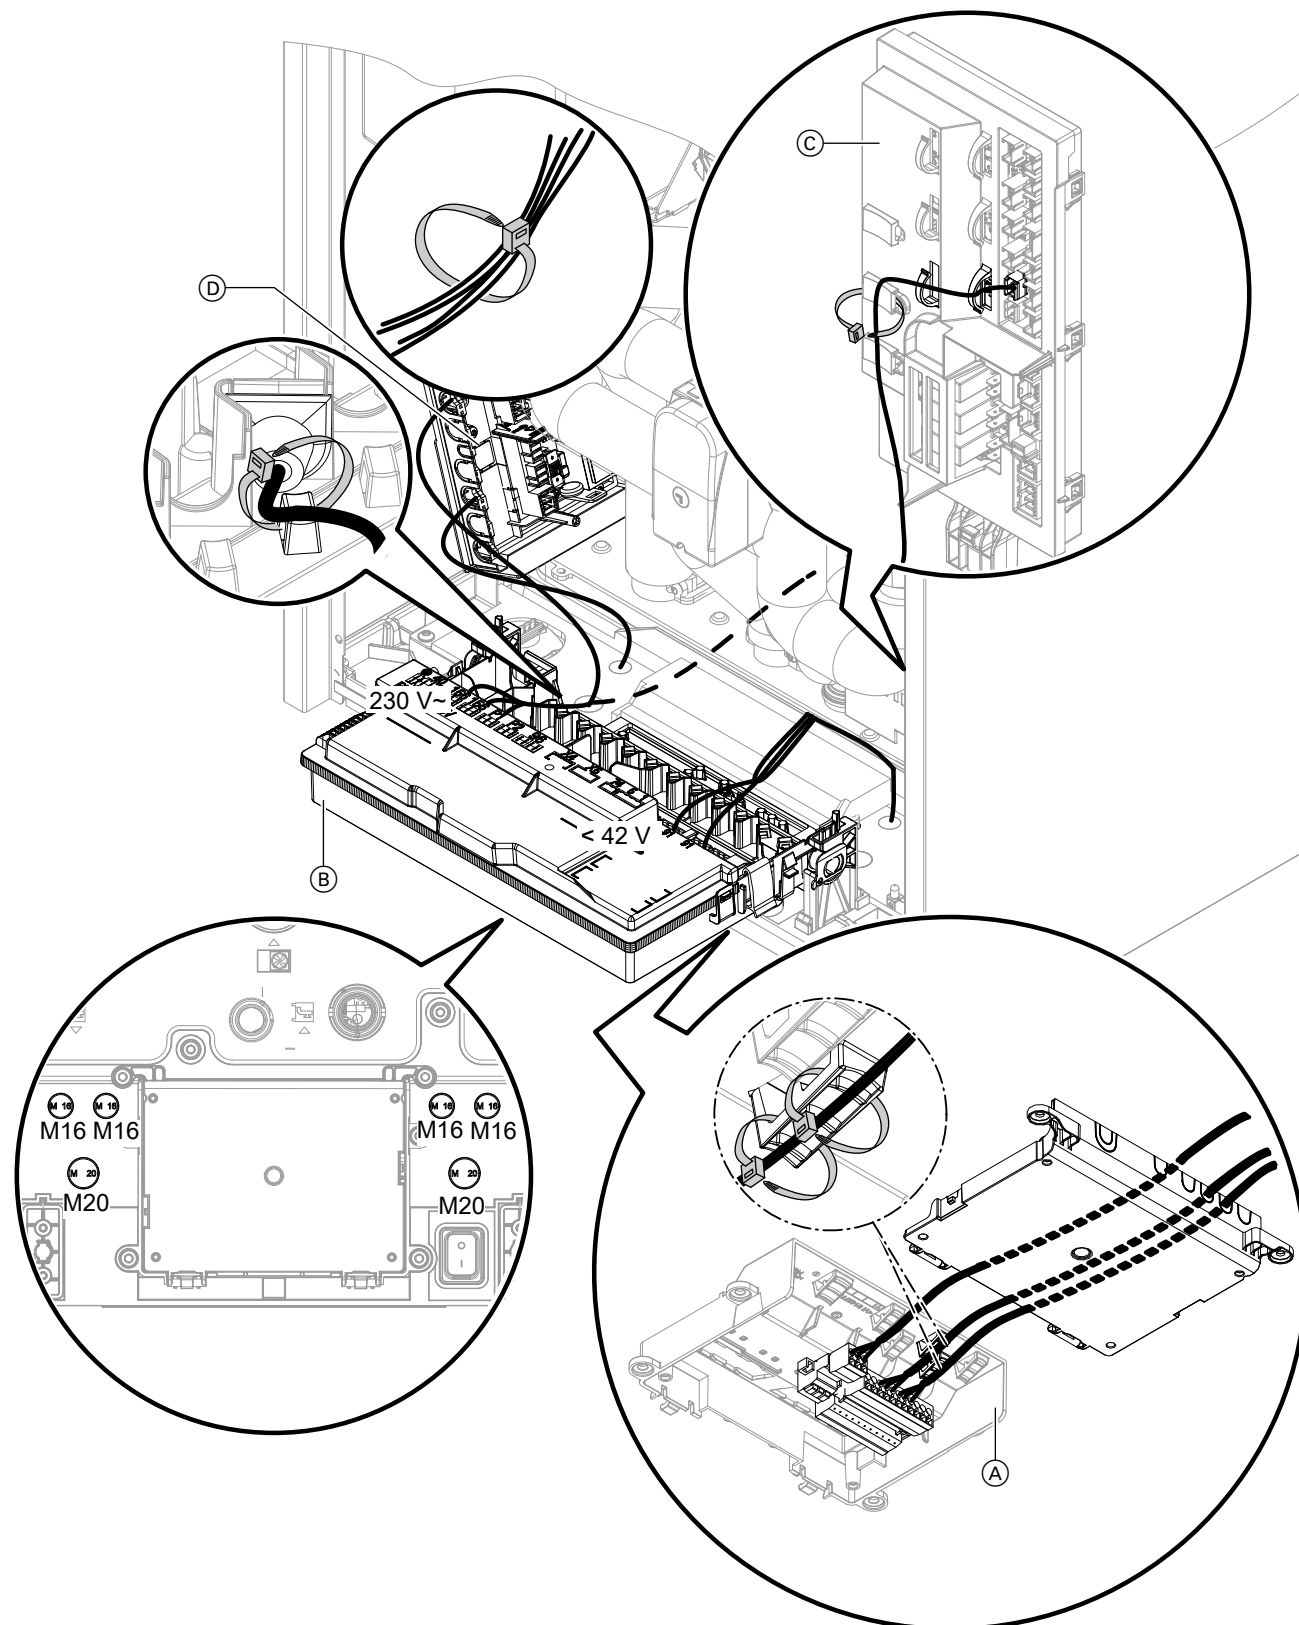

Abb. 33
- Alle Leitungen im Anschlusskasten 230 V~ mit 2 Kabelbindern zugentlasten: Siehe Abb. 33.